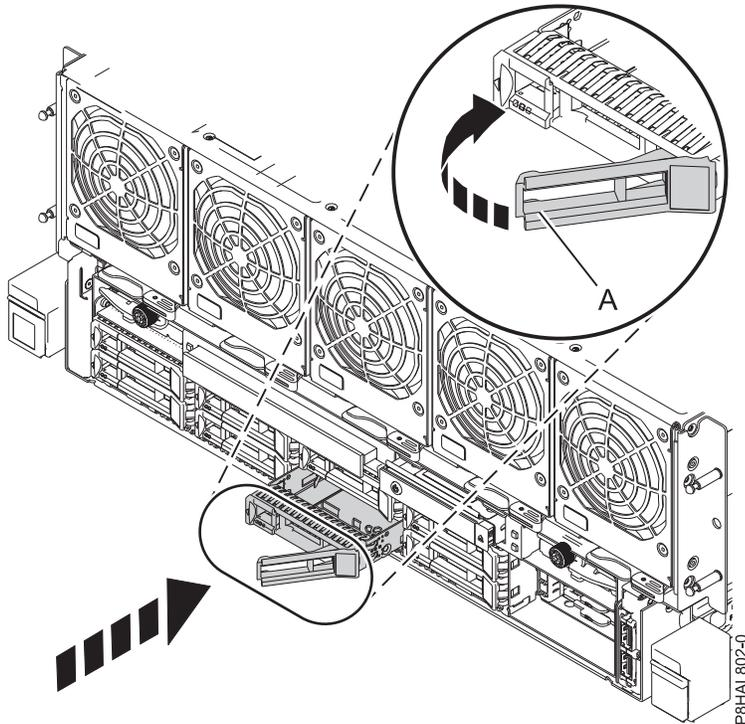

Figura 24. Substituir uma unidade de disco num sistema de 8408-44E ou 8408-E8E
3. Desbloqueie a pega do compartimento de unidade **(A)** apertando-a e puxando-a para fora. Se a pega não estiver completamente fora, a unidade não deslizará para dentro do sistema. Consulte Figura 24 na página 38.